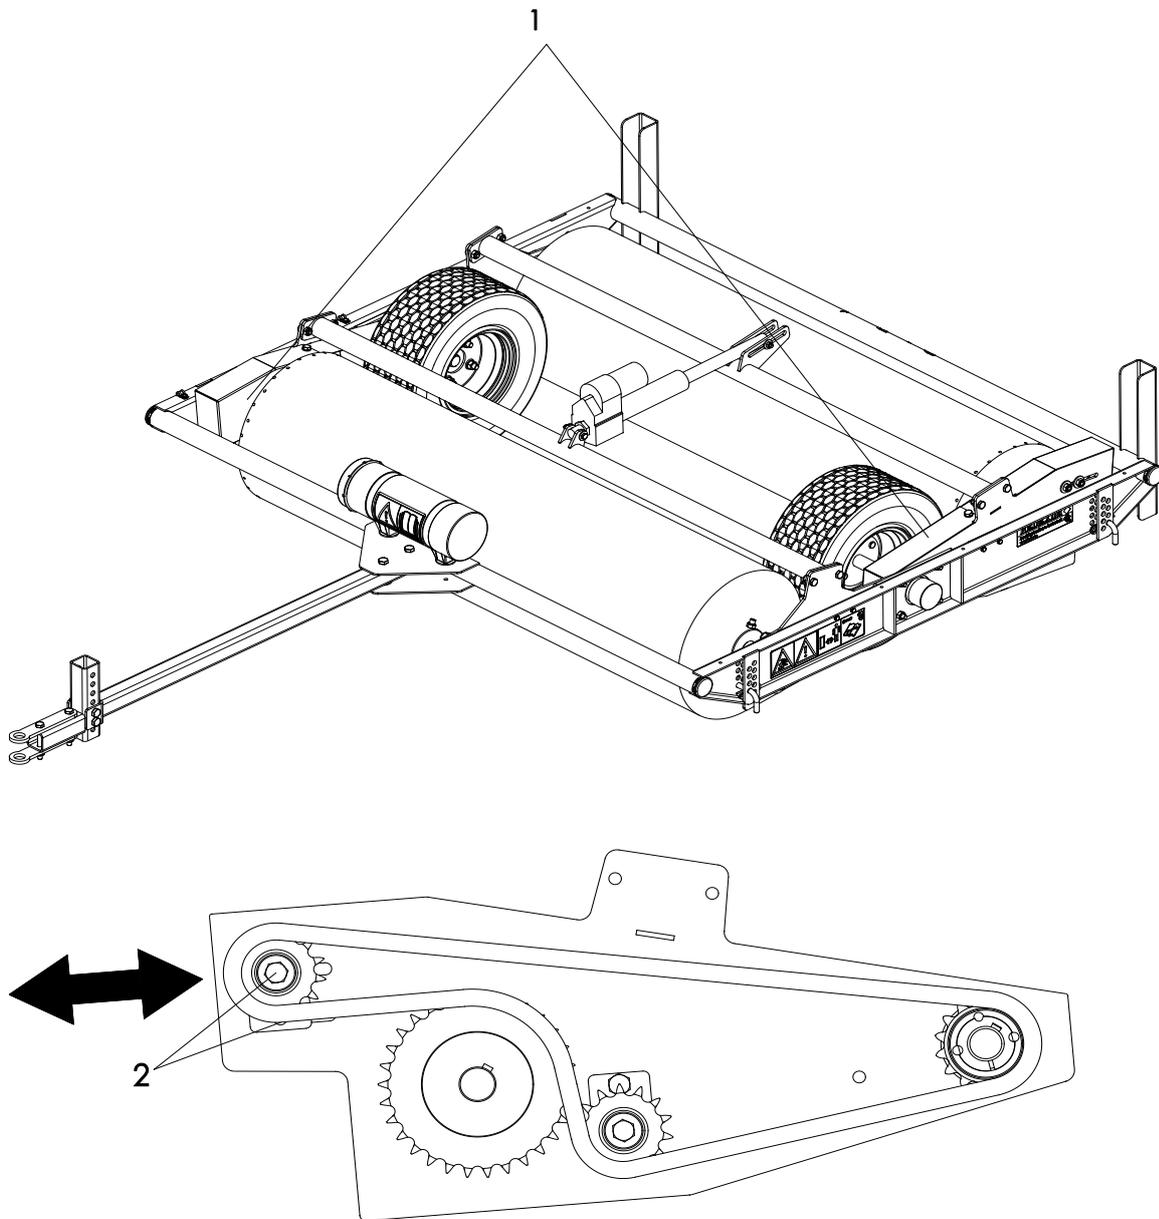

Fig. 11
1. Quite las cubiertas protectoras (1) (fig. 11).
2. Desenrosque las tuercas dentro del rodillo y tense la cadena (2) (fig. 11).